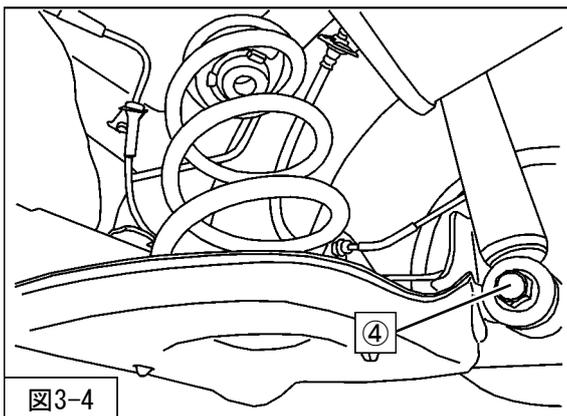

図3-4
5. ④リアショックアブソーバASSYロア取付ボルトを取外してください。(図3-4)